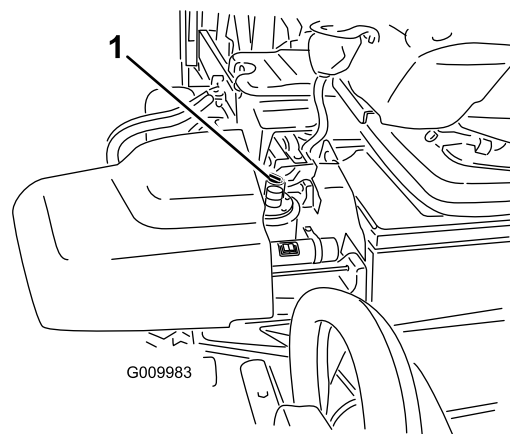

Figura 17
3. Limpe a zona em redor do tubo de enchimento e da tampa do depósito hidráulico (Figura 17). Retire a tampa do tubo de enchimento.